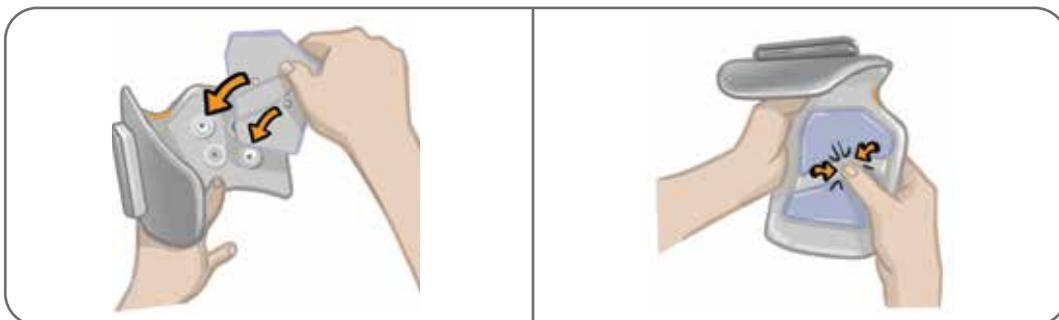

Figure 6-4 : Aligned et fixation de l'électrode à installation rapide
5. Vérifiez que les protections encliquetables du manchon sont en place. Aligned les pressions orange et bleu de l'électrode à installation rapide avec les prises orange et bleu de la jambièrre. Reportez-vous à la figure 6-4.
6. Appuyez fermement pour enclencher l'électrode à installation rapide dans la jambièrre. Reportez-vous à la figure 6-4.